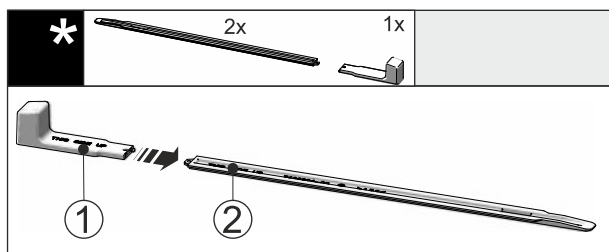

Fig. 44
- Montážní úchyt Fig. 44 (1) připevníte k nivelační liště Fig. 44 (2).